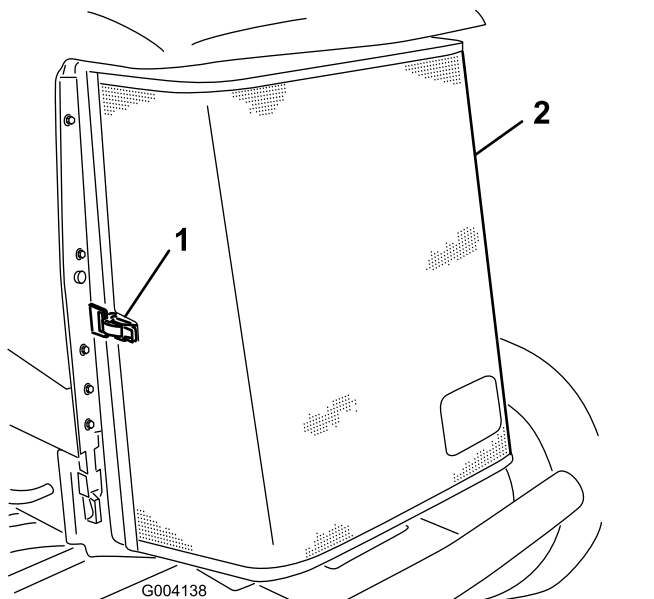

Figura 94
5. Destranque o filtro traseiro e abra-o (Figura 94).